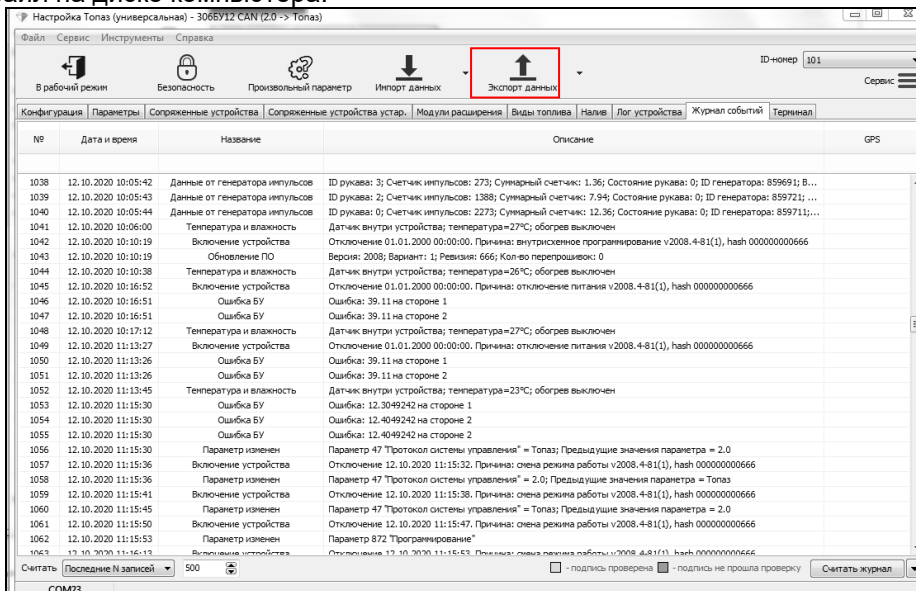

Рисунок 27
9.2 Для считывания журнала событий необходимо выполнить подготовительные действия, описанные в п.п. 6.1, считать конфигурацию устройства, перейти на вкладку "Журнал событий" и нажать кнопку "Считать журнал" (рисунок 27).